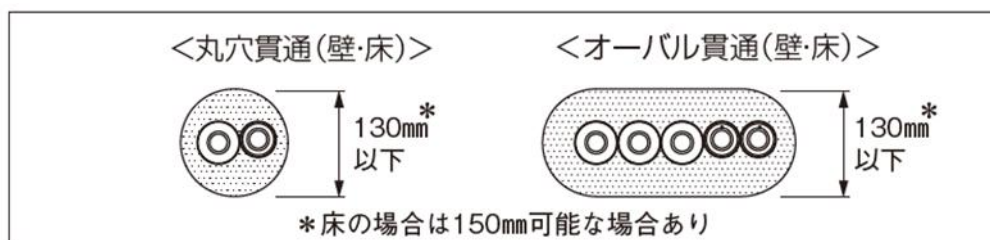

図4-4 丸穴貫通の場合
- ・丸穴の場合は、占積率を考慮し、開口径は壁φ130 以下、床φ130（φ150 が可能な場合あり）以下にして下さい。オーバル形状の場合は矩形開口寸法以内に入るようにして下さい（図4-4）。